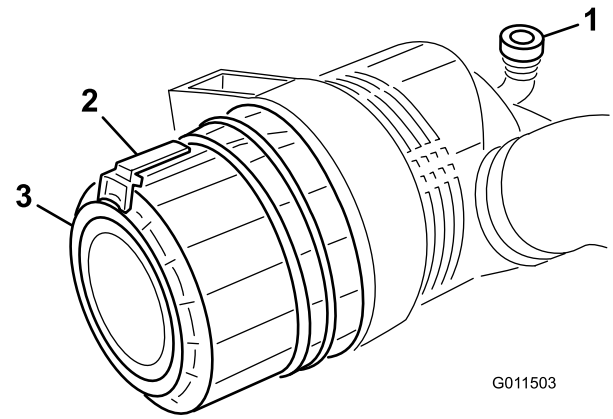

Figura 73
1. Tire hacia fuera del enganche y gire la tapa del limpiador de aire en sentido antihorario (Figura 73).